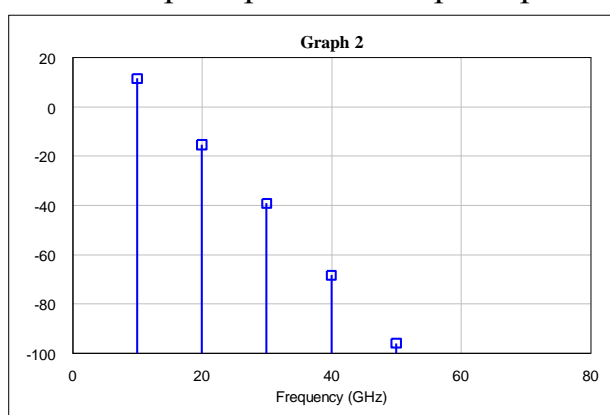

Рис.3
2.3.3 Рассчитать и вывести на график спектр выходного сигнала при одночастотном воздействии. Примерный вид характеристики показан на Рис. 3